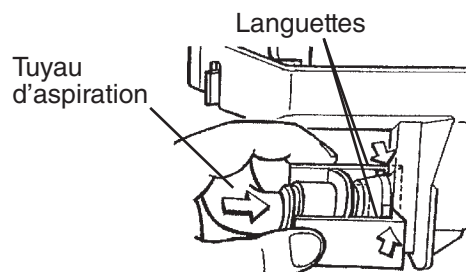

Fig. 35
4. Rebranchez le tube d'aspiration comme illustré. Voir Fig. 35. Assurez-vous que les languettes se verrouillent en place; un lâche le raccord peut provoquer une fuite d'eau.